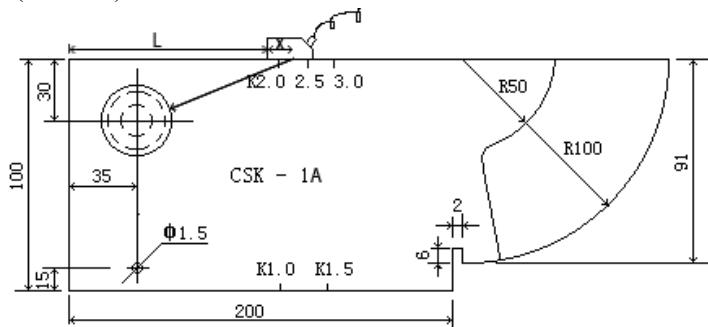

图 4-7
5、校准探头 K 值 (角度)：将探头耦合到 CSK- I A 试块上前后移动，如图 4-7，使得 $\phi 50\text{mm}$ 的圆的反射回波到最高，用钢板尺量出 L，根据 $k=(L+X-35)/30$ 算出 K 值。如图 4-9，按 **探头** 键进入探头菜单，按 **▲** (上) 或 **▼** (下) 键调整到探头 K 值子菜单，再用 **◀** (左) 或 **▶** (右) 键调整，使数值等于计算出的 K 值。或者直接按 **波峰记忆** 键，自动校准探头 K 值。